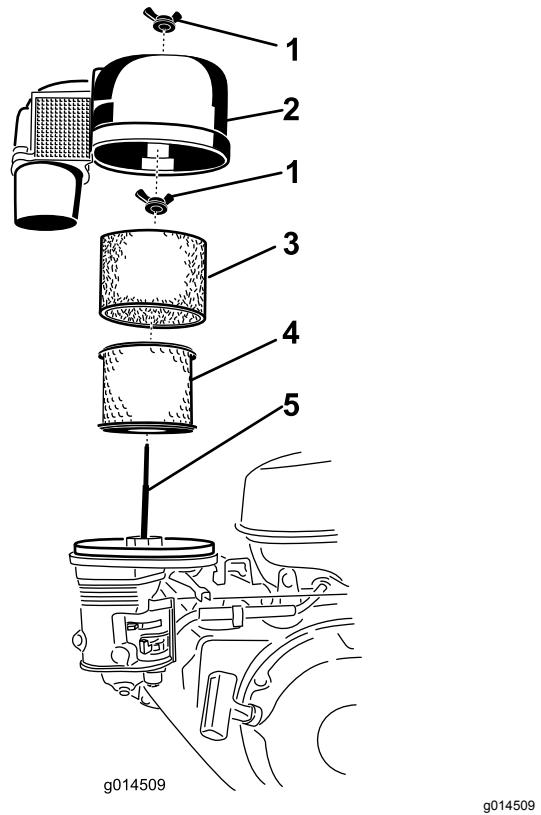

Figura 15
- Retire la tuerca de orejeta, y retire la tapa del limpiador de aire con la cubierta del filtro de aire (Figura 15).
- Retire el elemento de espuma (Figura 15).
- Retire la tuerca de orejeta de la parte superior del elemento de papel y retire el elemento de papel (Figura 15).
- Limpie el elemento de papel golpeándolo suavemente para eliminar el polvo. Si está muy sucio, cambie el elemento de papel por uno nuevo (Figura 15).